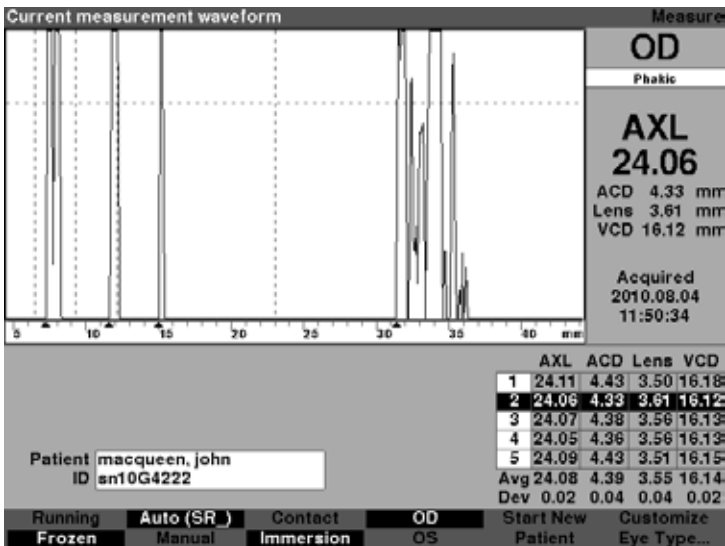

Figura 6-7 Medición de la forma de onda actual seleccionada
1. En la pantalla Measure (Medición), gire el control giratorio para seleccionar el área de la forma de onda actual, indicada con un borde negro continuo, como se muestra en la Figura 6-7.